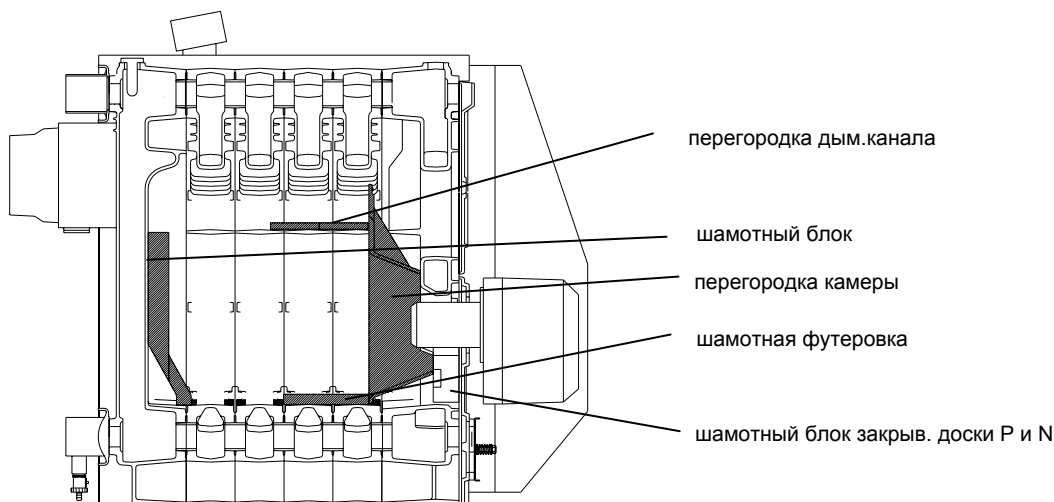

Рис. 10 Установка самостоятельных перегородок в корпусе котла
9. Расположение шамотных частей изображено на рис. 10, а в таб. 8 и. 9 указан перечень использованных шамотных блоков, досок и чугунных досок, образующих перегородку камеры сжигания.